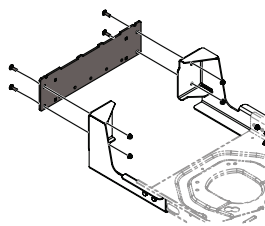

Figura 3
2. Instale la placa de soporte del montaje (783 06168) con cuatro tuercas (710-0276) y cuatro tornillos (712-04063) del paquete de elementos de ferretería (689-00567) como se muestra Figura 3.